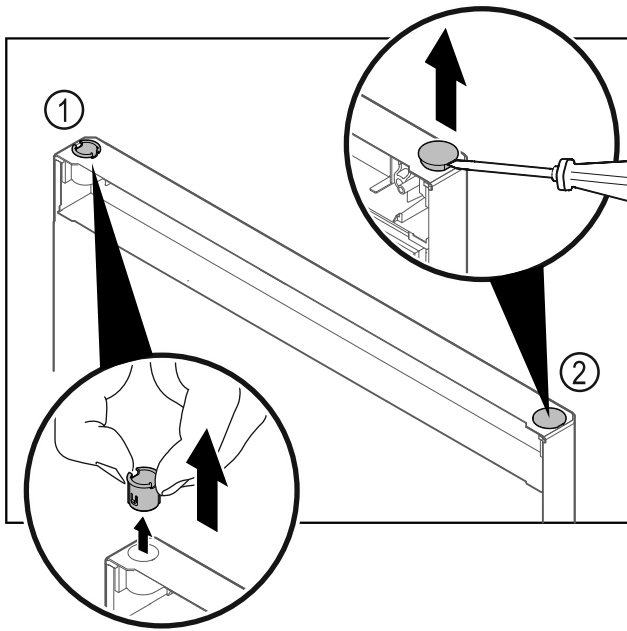

Fig. 22
- Vedä saranaholkki Fig. 22 (1) sormin pois.
- Kohota suojanastaa Fig. 22 (2) varovasti uraruuvimeisellillä ja vedä se pois.